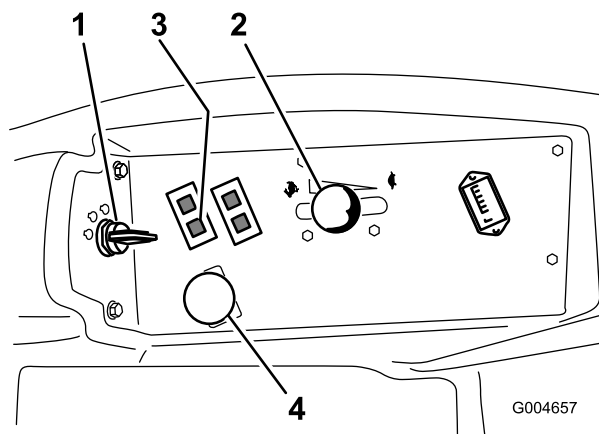

Figura 18
4. Mueva el mando de la toma de fuerza (TDF) a la posición Desengranada (Figura 18).
5. Ponga la palanca del acelerador en un punto intermedio entre las posiciones Lento y Rápido (Figura 18).